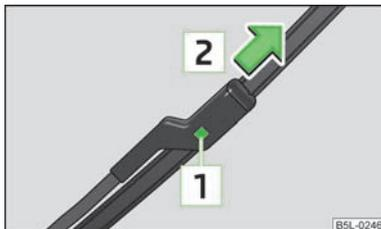

Fig. 30
- Premere la sicurezza [1] » fig. 30 per sbloccare la spazzola del tergicristallo e quindi estrarla in direzione della freccia [2].